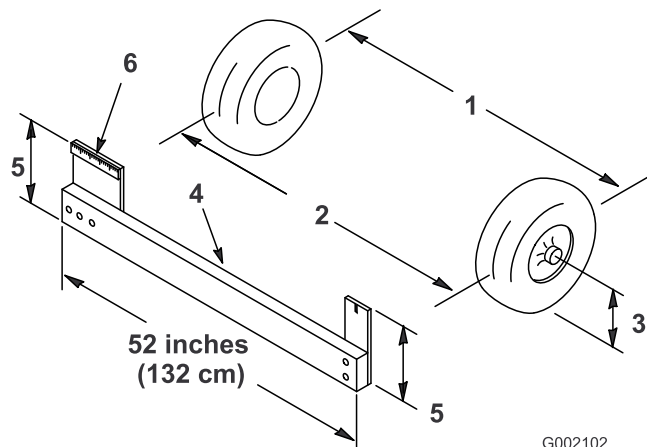

Figura 44
2. Misurate la distanza tra i pneumatici anteriori all'altezza dell'assale, davanti e dietro le ruote anteriori (Figura 44). Per rilevare la misura posteriore dei pneumatici anteriori all'altezza dell'assale occorre un attrezzo o un calibro di allineamento; usate lo stesso attrezzo, o calibro di allineamento, per rilevare con precisione la misura anteriore dei pneumatici anteriori all'altezza dell'assale (Figura 44).